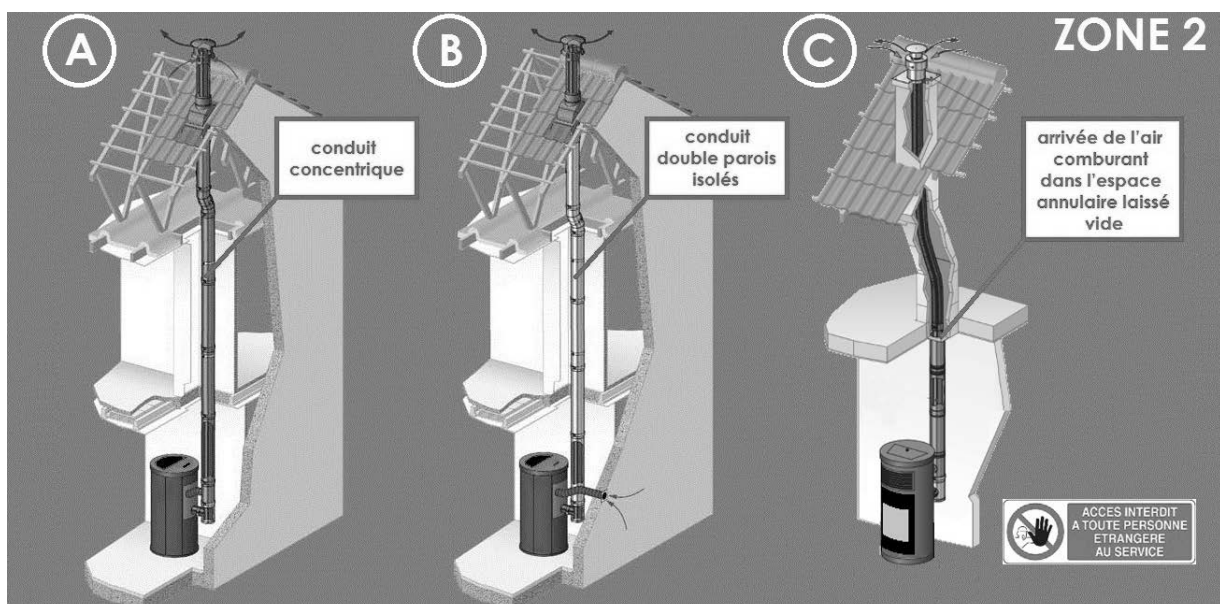

Fig. 9 - Schéma de principe des 3 types de système concentrique avec terminal vertical (ZONE 2)
Voir également le schéma des positions des terminaux sur, voir **Fig. 9**.
ATTENTION : exception sur le prélèvement d'air comburant de l'espace interstitiel du conduit concentrique (C). CADEL et FREEPOINT n'autorisent pas que l'on prélève de l'air comburant de l'espace annulaire laissé vide dans le cas d'un tubage de conduit maçonné comme suggéré dans le schéma dans **Fig. 9**, cas (C).